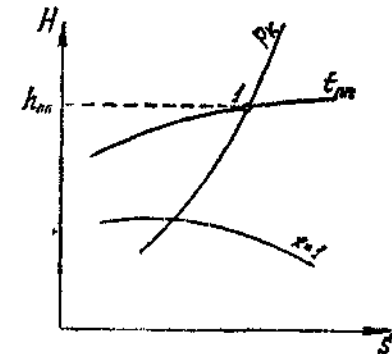

Рис. 13
1. Сделаем выкопировку из h_s -диаграммы (см. рис. 13). Точку 1 найдем на пересечении изобары $P=4$ МПа с изотер-